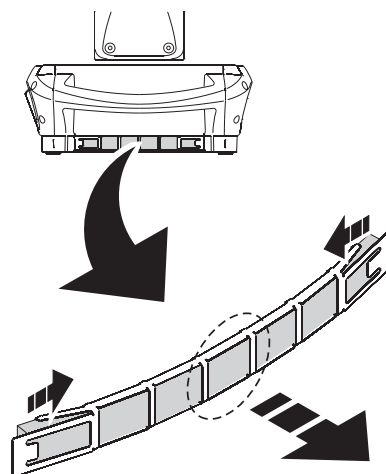

Figure 18: Filtres à air de la base
3. Voir Figure 18. Sur chaque côté de la base, compressez le porte filtre comme illustré ci-contre, puis tirez le porte filtre par le centre pour le dégager.